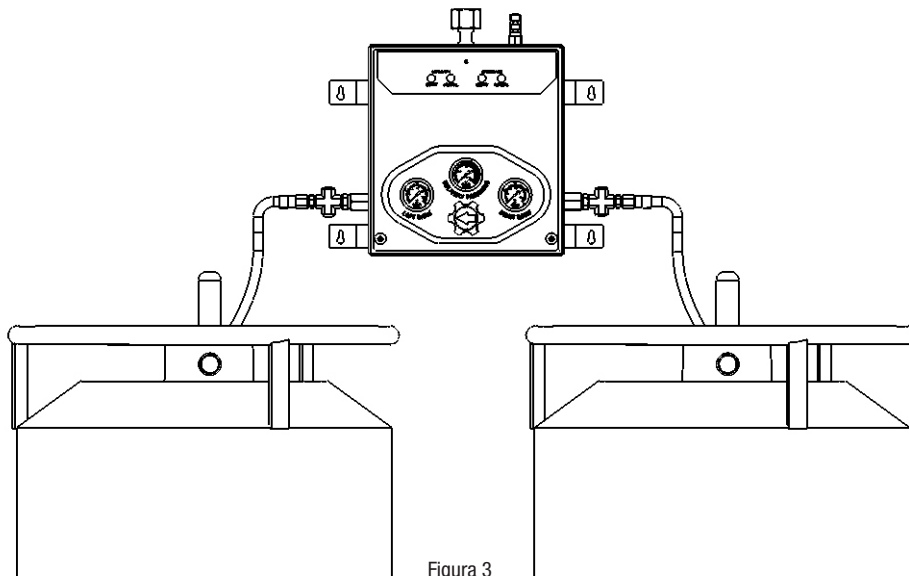
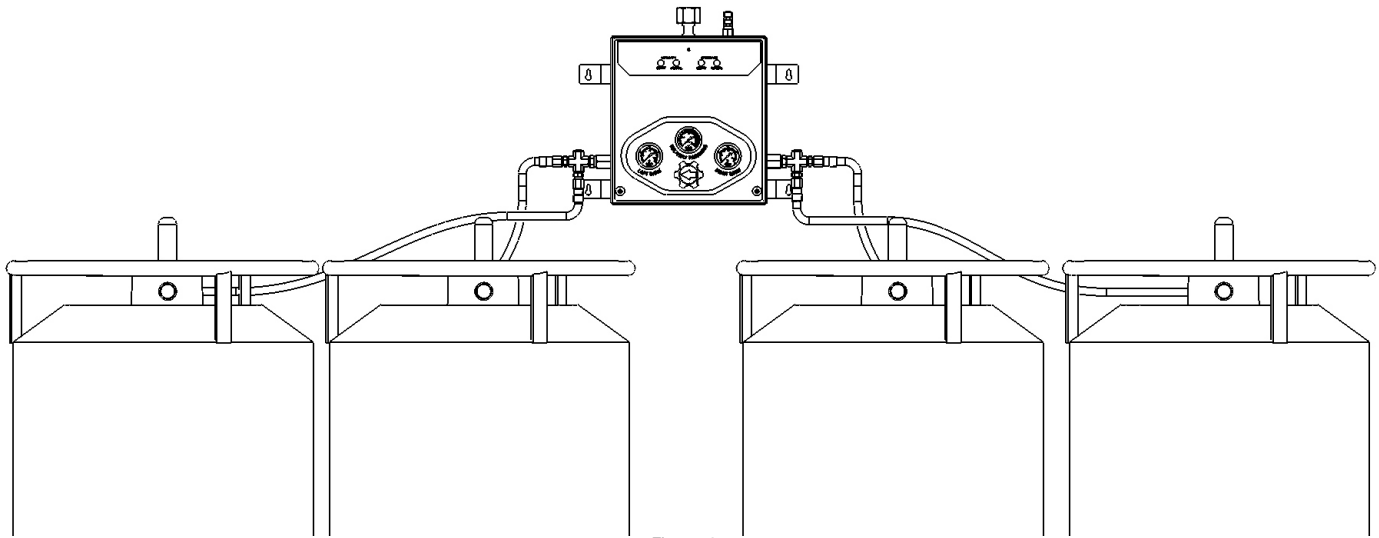

Figura 3
Figura 4
7. Si el sistema tiene solo un cilindro en cada lado, ensamble los cilindros y las mangueras en el adaptador multipuerto como se muestra en la Figura 3. Si el sistema tiene múltiples cilindros en cada lado, ensamble el cilindro y las mangueras como se muestra en la Figura 4.